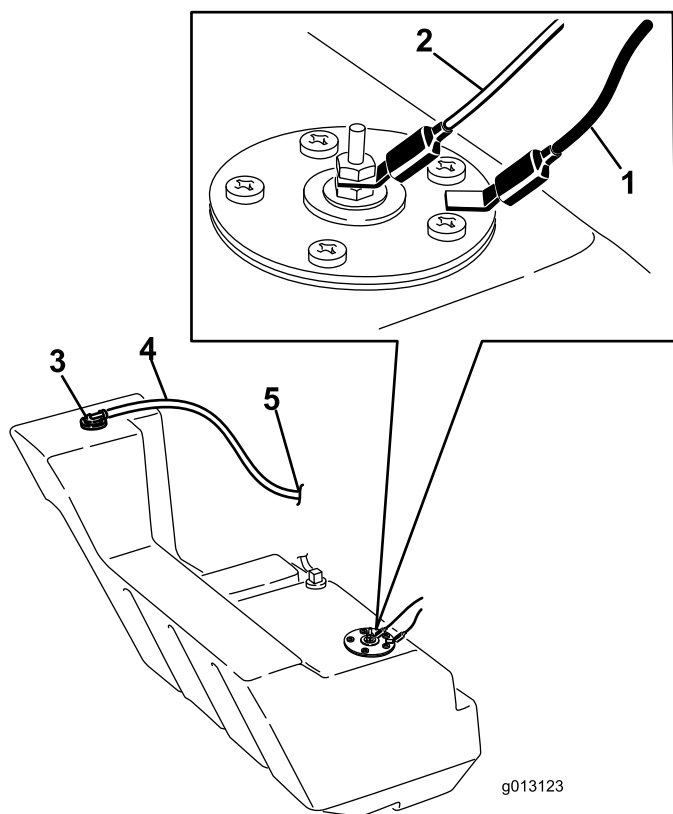

Figura 58
11. Scollegate i due cavi che conducono alla parte destra del serbatoio (Figura 58).
20. Sulla parte destra del serbatoio, collegate il cavo arancione al polo centrale e il cavo nero al polo esterno (Figura 58).